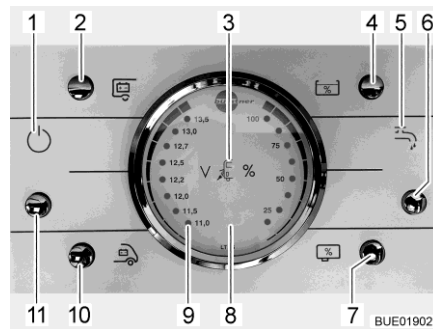

Bild 121 Panel LT 96
Der Taster (Bild 121,11) schaltet das Panel und die 12-V-Versorgung des Wohnraums ein und aus.
- Einschalten:** ■ Taster (Bild 121,11) drücken: Die 12-V-Versorgung des Wohnraums ist eingeschaltet. Die Kontroll-Leuchte (Bild 121,1) leuchtet.
- Ausschalten:** ■ Taster (Bild 121,11) drücken: Die 12-V-Versorgung des Wohnraums ist ausgeschaltet. Die Kontroll-Leuchte (Bild 121,1) erlischt.
Beim Anzeigeeinstrument V/Tank (Bild 121,8) die linke Skala beachten. Das Anzeigeeinstrument wird automatisch beleuchtet, sobald ein Taster gedrückt wird.
- Taster (Bild 121,10) drücken: Die Batteriespannung der Starterbatterie wird angezeigt.
- Taster (Bild 121,2) drücken: Die Batteriespannung der Wohnraumbatterie wird angezeigt.
Beim Anzeigeelement V/Tank (Bild 121,8) die rechte Skala beachten. Das Anzeigeelement wird automatisch beleuchtet, sobald ein Taster gedrückt wird.
- Taster (Bild 121,4) drücken: Die Wassermenge wird angezeigt.
- Taster (Bild 121,7) drücken: Die Abwassermenge wird angezeigt.
- Taster (Bild 121,6) drücken: Die Wasserversorgung ist eingeschaltet. Die Kontroll-Leuchte Wasserpumpe (Bild 121,5) leuchtet.
- Taster (Bild 121,6) drücken: Die Wasserversorgung ist ausgeschaltet. Die Kontroll-Leuchte Wasserpumpe (Bild 121,5) erlischt.
Die rote Warnleuchte "ALARM" (Bild 121,9) blinkt, sobald die Spannung der Wohnraumbatterie 11 V (Messung im laufenden Betrieb) unterschreitet und damit Tiefentladung droht.
Die 12-V-Kontroll-Leuchte (Bild 121,1) leuchtet, wenn der 12-V-Haupttaster (Bild 121,11) eingeschaltet ist.
Die 230-V-Kontroll-Leuchte (Bild 121,3) leuchtet, wenn am Eingang des Elektroblocs Netzspannung vorhanden ist.